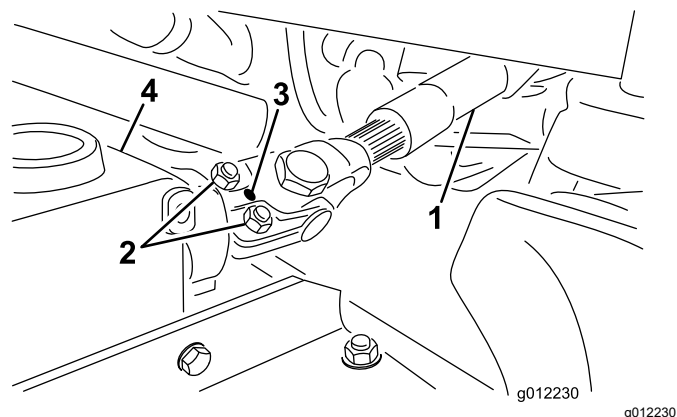

図 30
- C. ロールピンを使って、ヨークを刈り込みデッキのギアボックスに固定する 図 30。
- D. ヨークとギアボックスを接続しているロックナットを締め付ける 図 30。ロックナットを 175-225 in-lb 20-25 N·m=2.0-2.6 kg.m にトルク締めする。